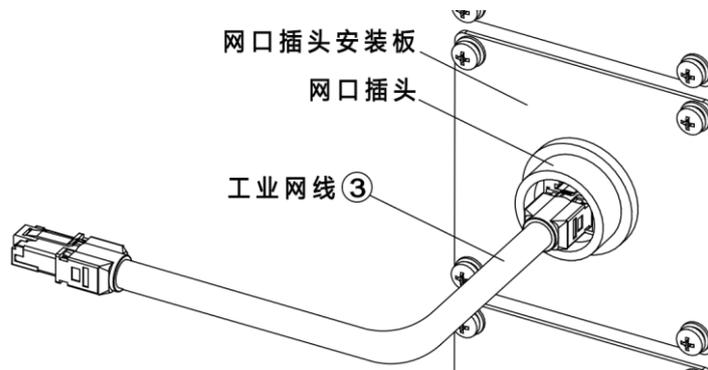

图 14-5 工业网线连接网口插头示意图
步骤3. 将③工业网线一端接在网口插头上，另一端接在用户自己的应用模块上，参考图 14-5。